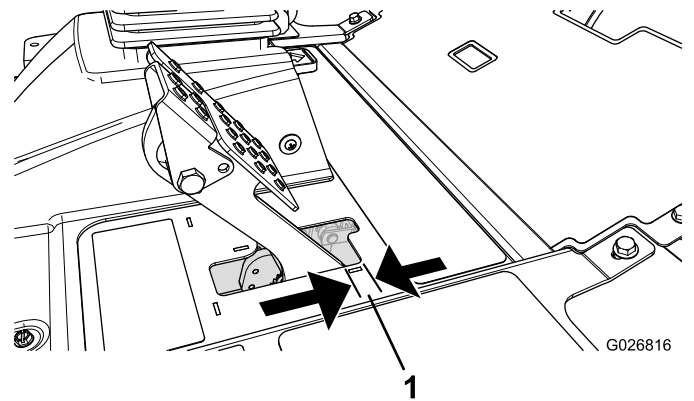

Figura 143
4. Pise ligeramente el pedal de freno y mida la distancia que el pedal se mueve sin resistencia (Figura 143).
Nota: Ajuste los frenos si el pedal de freno tiene más de 2,5 cm de holgura (Figura 143), o si se necesita más fuerza para el freno de estacionamiento.
6. Apriete la tuerca trasera para mover el cable hacia atrás hasta que el pedal de freno tenga una holgura de 6 a 13 mm (Figura 143) antes de que el freno de estacionamiento accione las ruedas.